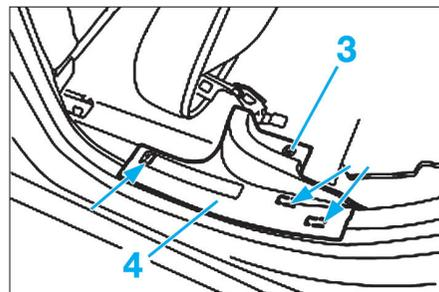

Fig. 24
- Déposer l'écrou (3) puis dégrafer le seuil de porte arrière (4) (Fig.24).